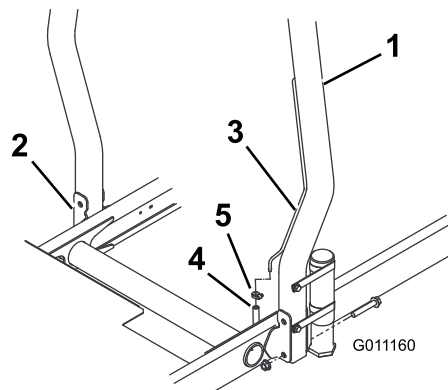

図 12
1. ROPS を機体の固定穴に差し込み、取り付け穴を整列させる。ROPSについている換気管が機体の左側にくるように配置すること 図 12。
2. ROPS のそれぞれの側をフランジヘッドキャップスクリューとロックナット各 2 で固定する 図 12。締め具を $81\text{N}\cdot\text{m}$ $8.3\text{kg}\cdot\text{m}$ $= 60\text{ft}\cdot\text{lb}$ にトルク締めする。